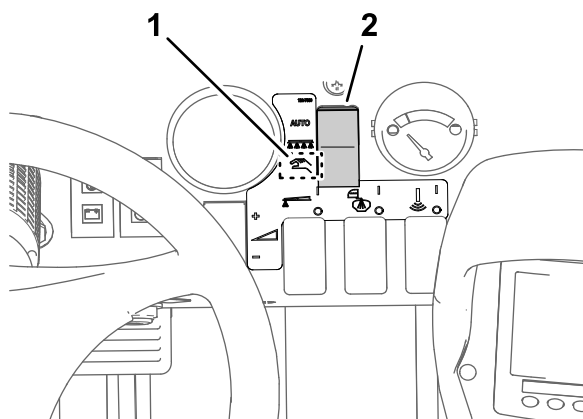

Figure 45
- Placez le sélecteur de mode du pulvérisateur en position Mode manuel (Figure 45).
- Appuyez sur le bouton 2 pour passer à l'étape suivante (Figure 45).